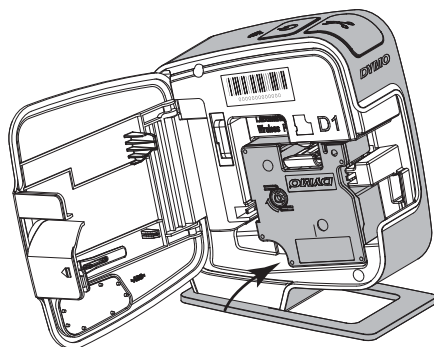

Figura 5
- 3 Inserire la cartuccia e premerla con decisione fino ad avvertire uno scatto che ne indica l'inserimento corretto. Vedere la Figura 5.